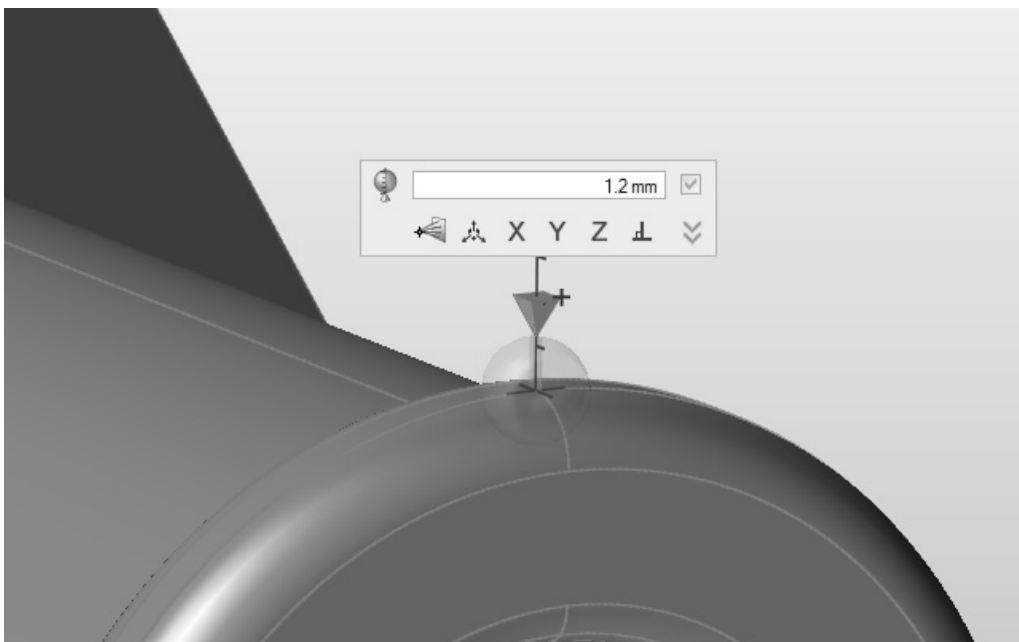

图 7-33
4) 使用鼠标滚轮放大显示, 如图 7-33 所示。默认情况下, 位移约束施加到所有方向。